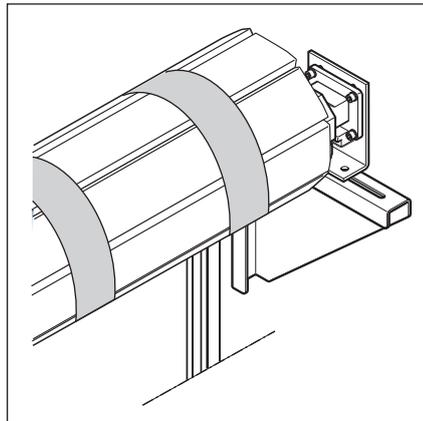

Abb. 6-7: Torbehang mit Welle montiert und gegen Abwickeln gesichert
1. Torbehang mit Welle nach entsprechender Anleitung montieren (siehe Abb. 6-7).